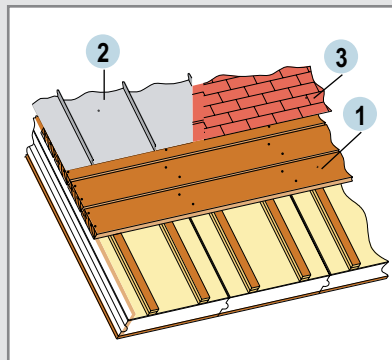

Fig. 6 : Couverture zinc, cuivre, bardeaux bitumés ou étanchéité
- **Couvertures en longues feuilles de zinc ou cuivre, bardeaux bitumés et étanchéité** (fig.6):